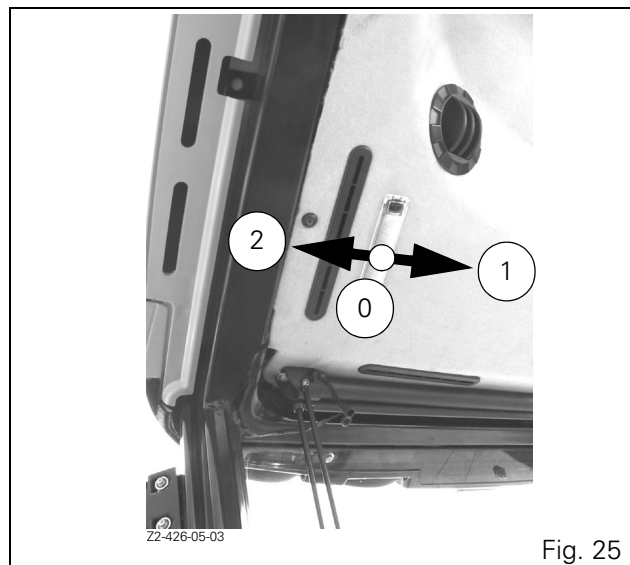

Fig. 25
(Fig. 25)
1. Interior light (Fig. 25).